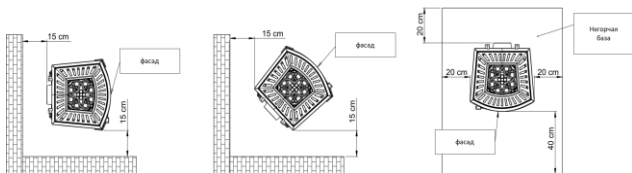

Рис. 3. Безопасное расстояние от печи до негорючих частей.
- печь поместить на несгораемой поверхности, которая выходит за пределы печи на мин. $0,4 \text{ м}$, считая от передней части печи, и мин. $0,2 \text{ м}$, считая от боковых и задней стенки печи (см. рис. 3),
- минимальное расстояние нагревателя от ГОРЮЧИХ частей должно быть не менее (см. таблицу с техническими данными/техническими характеристиками «мин. расстояние от горючих частей») рекомендуемое расстояние от НЕГОРЮЧИХ частей - не менее 15 см (рис. 3)